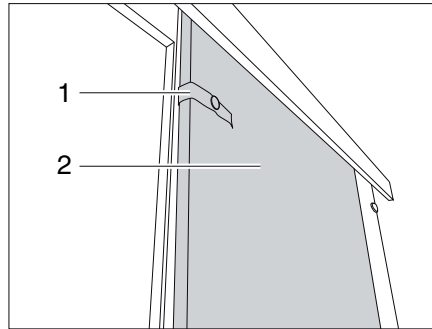

Fig. 222 Porta scorrevole
- Staccare il nastro di sicurezza (Fig. 222,1).
- Tirare la porta scorrevole (Fig. 222,2) in posizione chiusa.
- Portare la porta scorrevole (Fig. 222,2) in posizione aperta.
- Fissare la porta scorrevole con il nastro di sicurezza (Fig. 222,1).